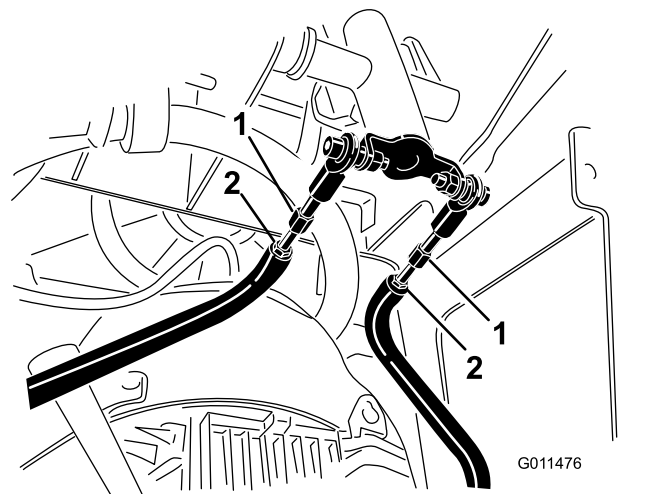

Figura 57
- D. Desaperte as porcas de bloqueio nas barras de tração, debaixo do painel de controlo (Figura 57).